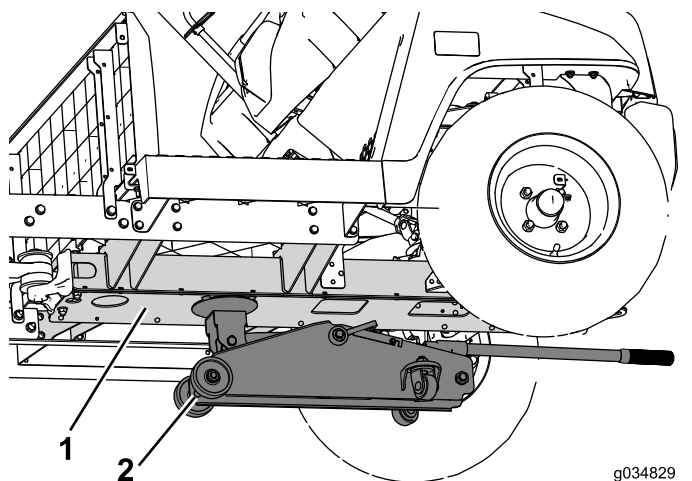

図 64
2. 車体のセンターチャネルをジャッキアップして車体前部を支える 図 64。